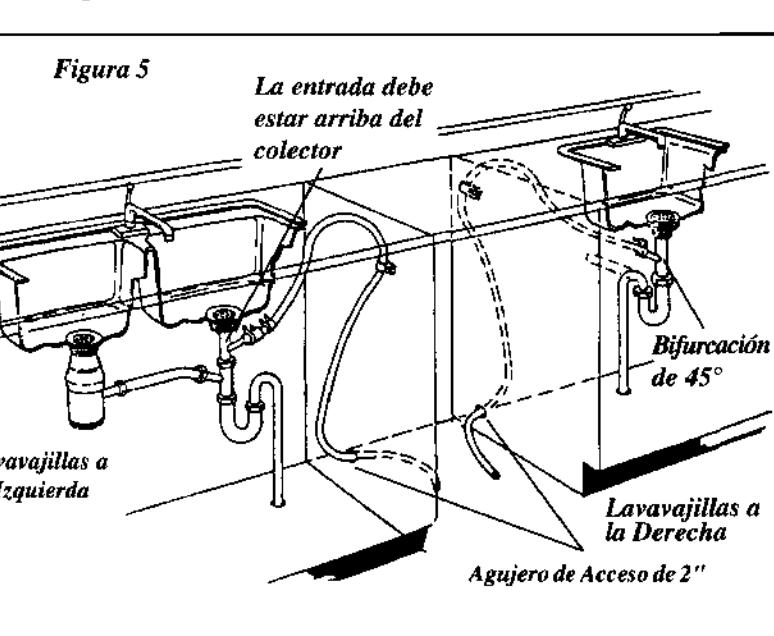

Figura 5
- Si usted conecta al desagüe de un fregadero, la entrada deberá ser arriba del colector. Una bifurcación de 45° y un juego de conector, no incluidos, facilitarán este método e incluye todos los accesorios necesarios e instrucciones. Ver Figura 5.